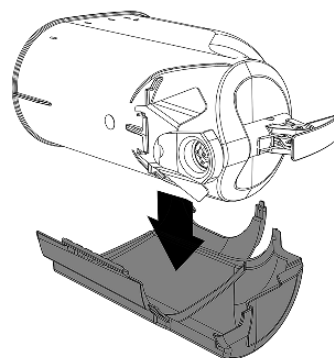
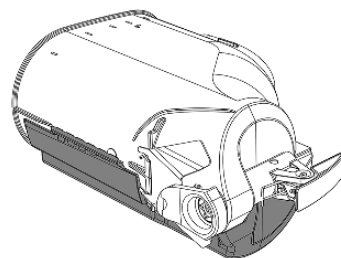

figura 2
figura 3
- 1 Adagiare la parte destra del recover su un piano. Posizionare il contenitore al suo interno.(vedere figura 2)(vedere figura 3).